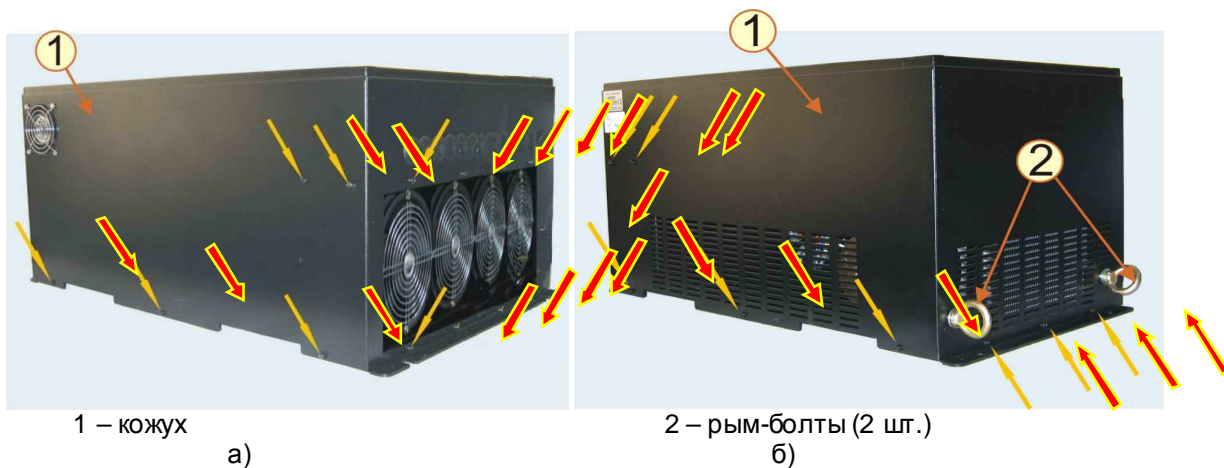

Рис. 7.24.
7.12.1. Надеть кожух на основание корпуса, совместив отверстия (22 шт. по периметру) для винтов. Вкрутить винты 22 шт., не затягивая (рис. 7.24а,б).
7.12.2. Вкрутить два рым-болта (рис. 7.24б).